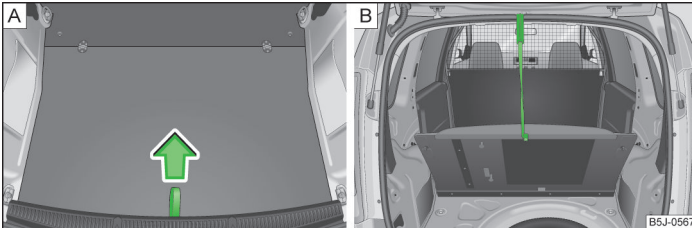

Abb. 76 Schlaufe zur Anhebung des Ladebodens / Befestigung des Ladebodens mit einem Kunststoffhaken
- › Den Ladeboden an der Schlaufe » Abb. 76 - anheben und mit dem Kunststoffhaken (dieser befindet sich unter der Ladebodenkante) an der Oberkante des Laderaumklappenausschnitts » Abb. 76 - befestigen.